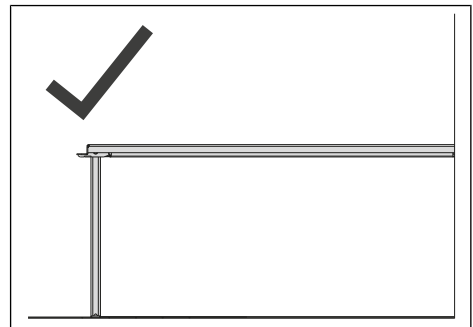

Abb. 6-22: Korrekt positionierter Stützfuß
- ▶ Stützfuß korrekt im Boden arretieren. Auf die korrekte Positionierung des Stützfußes achten (siehe "Abb. 6-22: Korrekt positionierter Stützfuß", S. 65).